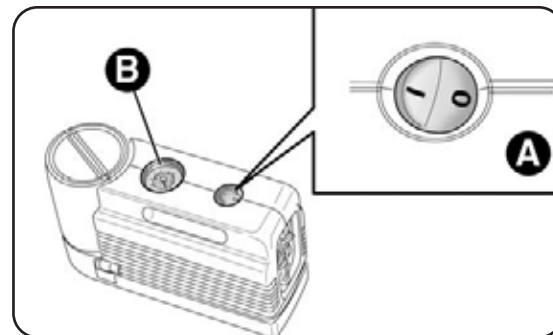
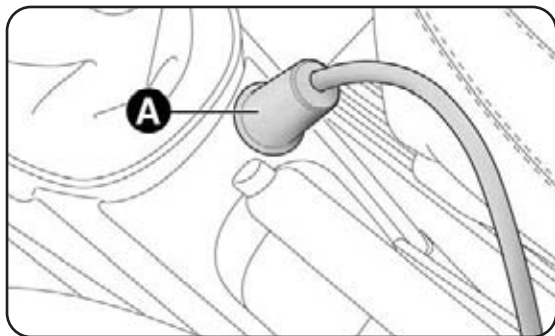

fig. 17
fig. 18
- assicurati che l'interruttore A-fig. 17 del compressore sia in posizione 0 (spento), avvia il motore, inserisci la spina A-fig. 18 nella presa di corrente/accendisigari sul tunnel centrale e accendi il compressore portando l'interruttore A-fig. 17 in posizione I (acceso);
- gonfia il pneumatico alla pressione indicata nel paragrafo "Ruote" nel capitolo "6". Per ottenere una lettura più precisa verifica il valore della pressione sul manometro B-fig. 17 con compressore spento;